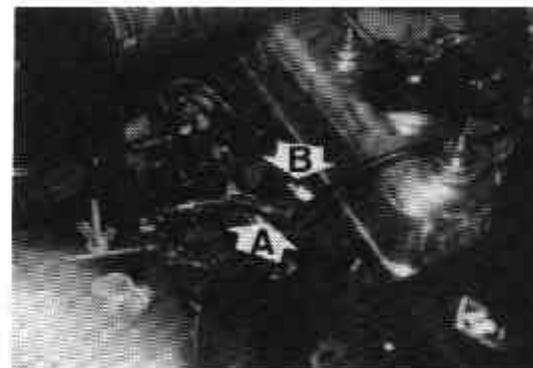

Fig. 90.
Las bujías (B) (fig. 90) están provistas de fundas de goma (A). Cada 10.000 km. se extraerán las bujías y se limpiarán los electrodos con cepillo de alambre, verificando, una vez limpios, la separación entre ellos, utilizando una galga calibrada, y volverán a ajustarse si fuese preciso para que dicha separación quede comprendida entre 0,75 y 0,80 mm.
El arillo metálico (B) (fig. 90) situado en la garganta de la rueda dentada, es el que se ha de hacer coincidir con la marca correspondiente de la escala graduada.